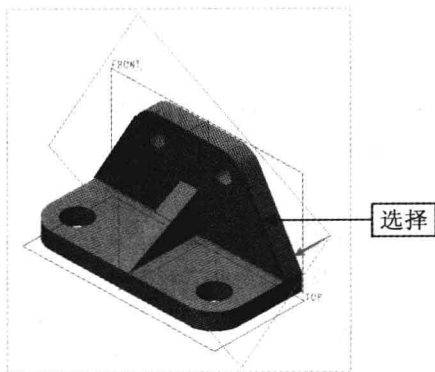

图4-62 选择两条直线
Step 02 在“功能区”选项板的“模型”选项卡中,单击“基准”面板中的“平面”按钮,弹出“基准平面”对话框,按住【Ctrl】键的同时,在模型上依次选择两条直线,如图4-62所示。